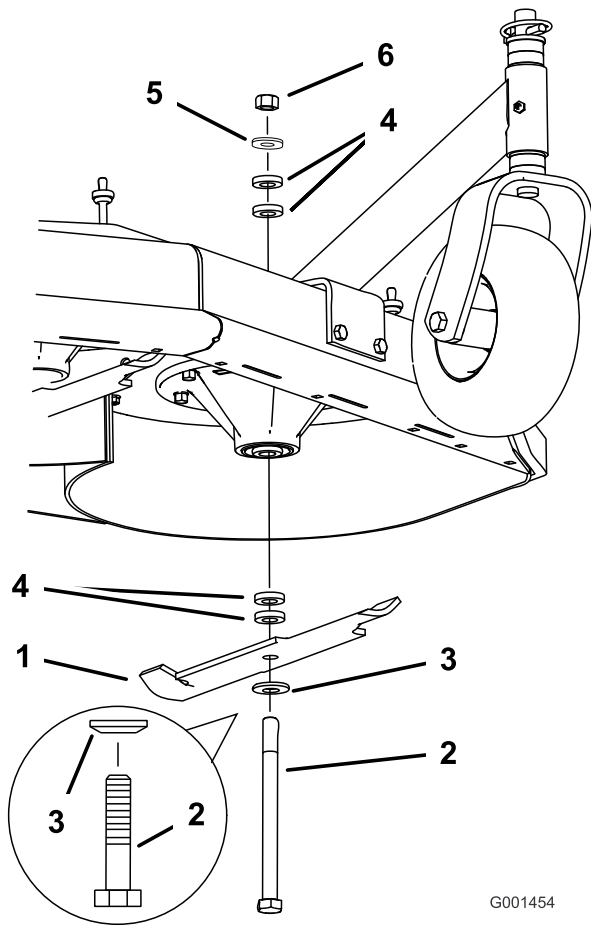

Figura 55
2. Retire la tuerca, el perno de la cuchilla, la arandela curva, la cuchilla, los espaciadores, y la arandela fina del eje (Figura 55).
- Instale la arandela curva y luego la cuchilla en el perno. Seleccione el número correcto de espaciadores para la altura de corte deseada, y deslice el perno dentro del eje (Figura 55).
- Instale los espaciadores restantes, en su caso, y sujételos con una arandela fina y una tuerca (Figura 55).